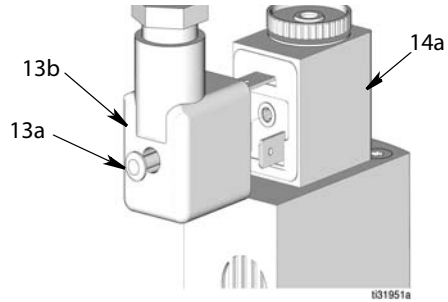

Рис. 6
- Ослабьте винт (13а) с задней стороны разъема mini DIN соленооида (14а) и отсоедините его от разъема соленооида (14а) (Рис. 6).